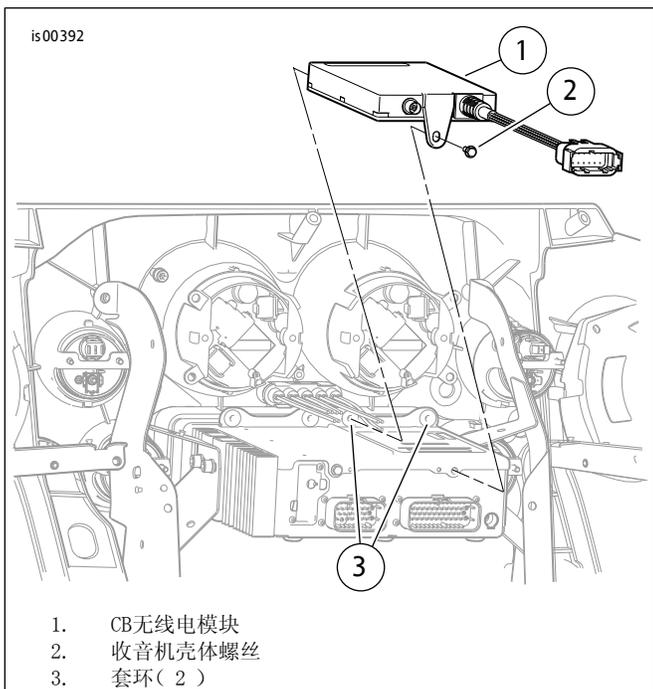

图1. 安装CB无线电模块
3. 参见图1。在AM-FM收音机外壳顶部定位CB无线电模块(1)：